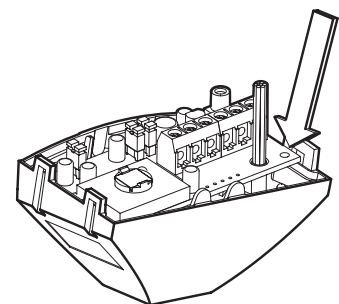

Рис.10
6. Ввести провода через отверстие для ввода проводов на плате и установить плату в основание (Рис.10).